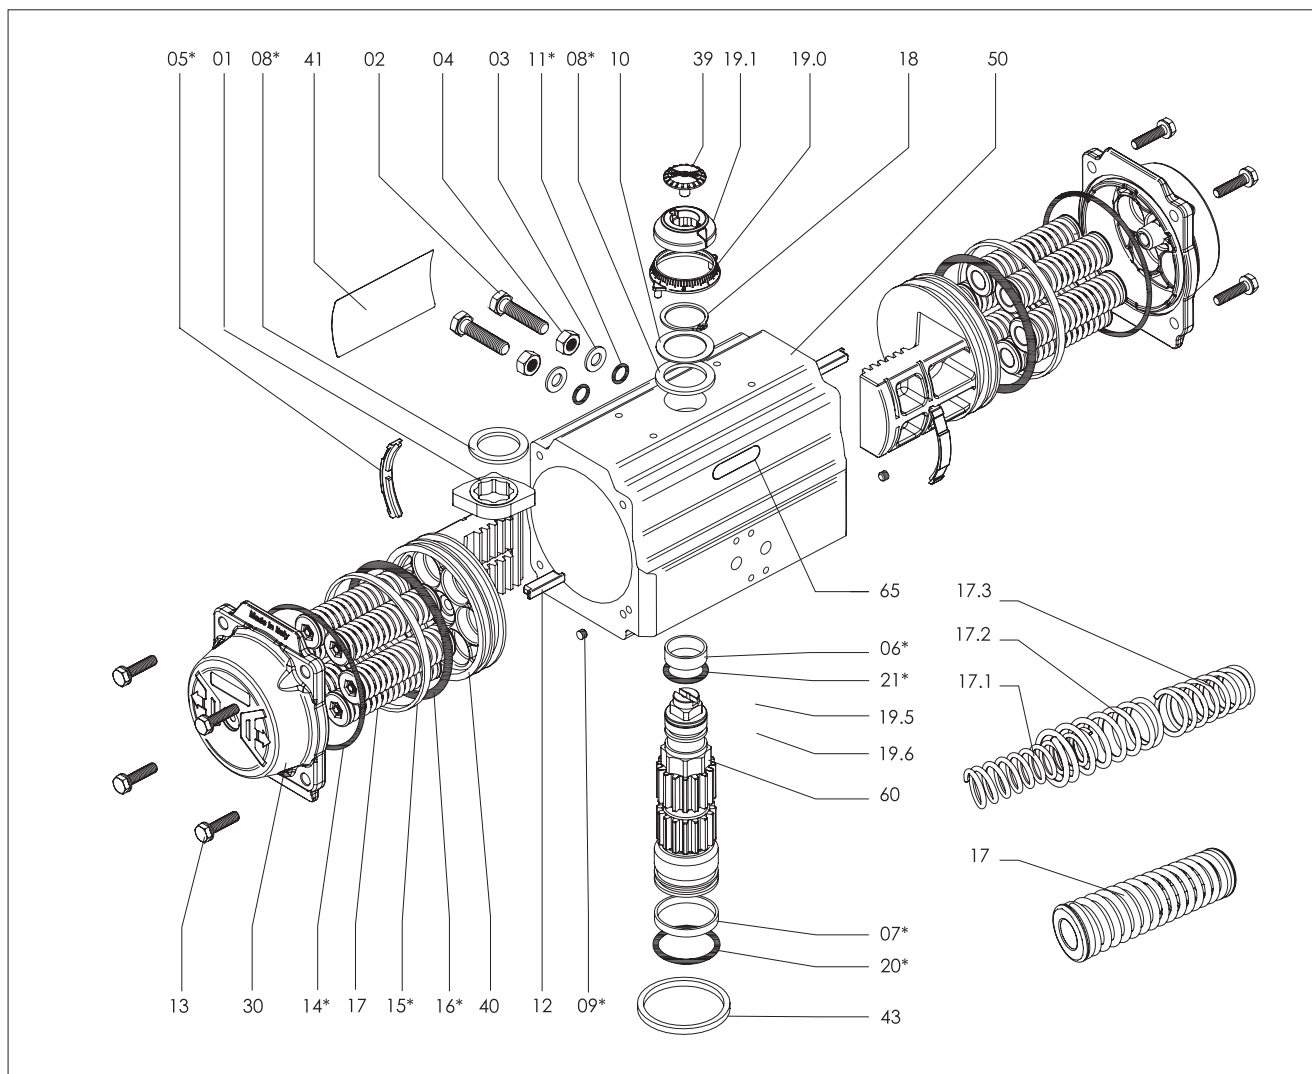

Abb. 24.
- C. Die in Abbildung 24 angegebene Teilenummer, den Teilennamen und die benötigte Stückzahl
TABELLE 3 - STÜCKLISTE FÜR (ABB. 24)